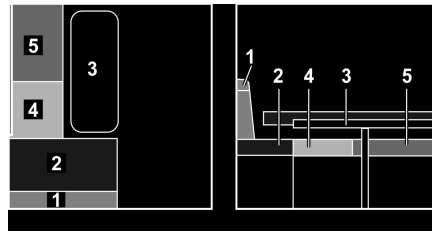

Fig. 137 Antes de la transformación
- Transformar la mesa (Fig. 137,3) en base de cama (véase apartado 7.7).